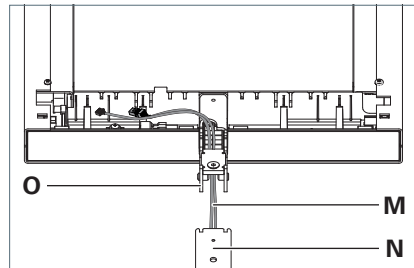

Fig. 6: Leuchtenkopf auf Tragrohr montieren.
- Führen Sie die Leitungen **M** von unten durch den Tragarm **O** am Leuchtenkopf und stecken Sie den Tragarm vollständig in das Tragrohr **N**, siehe Fig. 6.